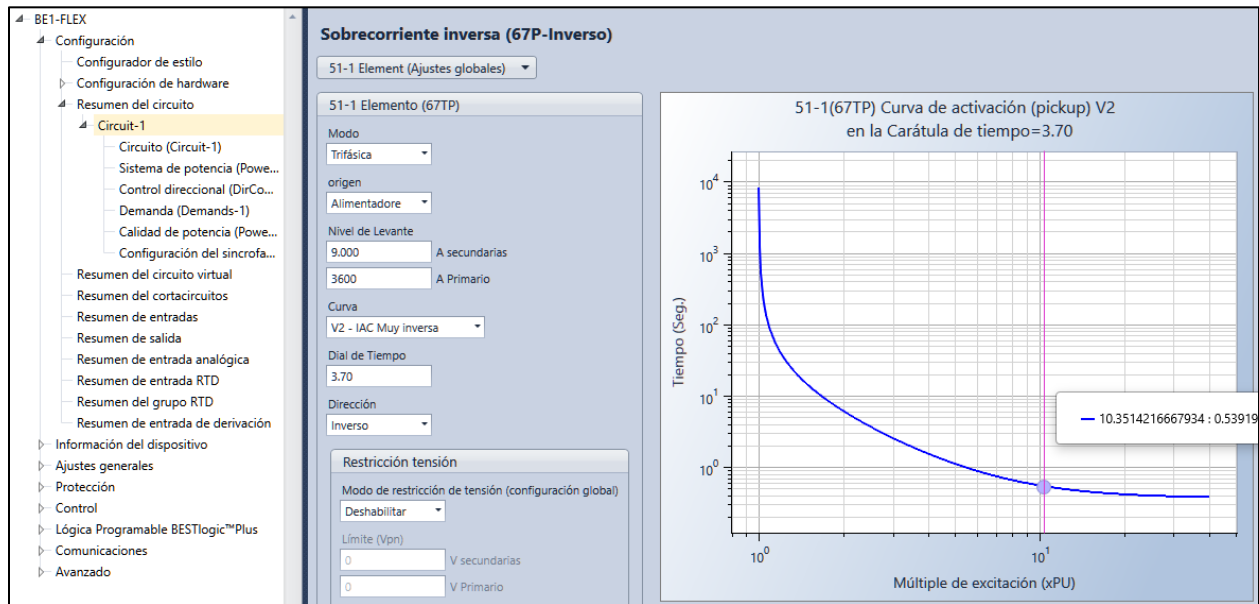

Figura 2-20. Pantalla inversa de sobrecorriente (67P-Inversa)
Paso 13: Haga clic en Protección desde el Menú ajustes para volver al Resumen de protección. Repita el paso 11 para el elemento 67P-Inversa. Establezca el modo en Trifásico, Fuente a alimentador, Activación en 9 secundaria A, Curva a V2, dial de tiempo a 3.7 y Dirección a inversa. Consulte Figura 2-20.